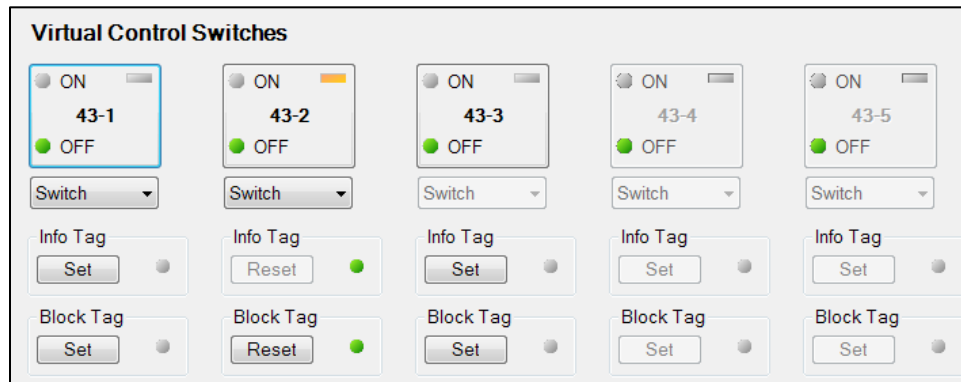

Figure 84-2. Écran Commutateurs de contrôle virtuels de BESTCOMSPiUs
Étape 4 : Utilisez l'Explorateur des mesures de BESTCOMSPlus pour ouvrir l'arborescence Contrôle, Commutateurs virtuels (Figure 84-2). Grâce à la fonction Sélection avant opération (select-before-operate), procédez comme suit pour contrôler un commutateur virtuel.
Étape 3 : Utilisez l'Explorateur des mesures de BESTCOMSPiUs pour ouvrir l'arborescence Contrôle, Commutateurs virtuels (Figure 84-2). Grâce à la fonction Sélection avant opération (select-before-operate), procédez comme suit pour contrôler un commutateur virtuel.